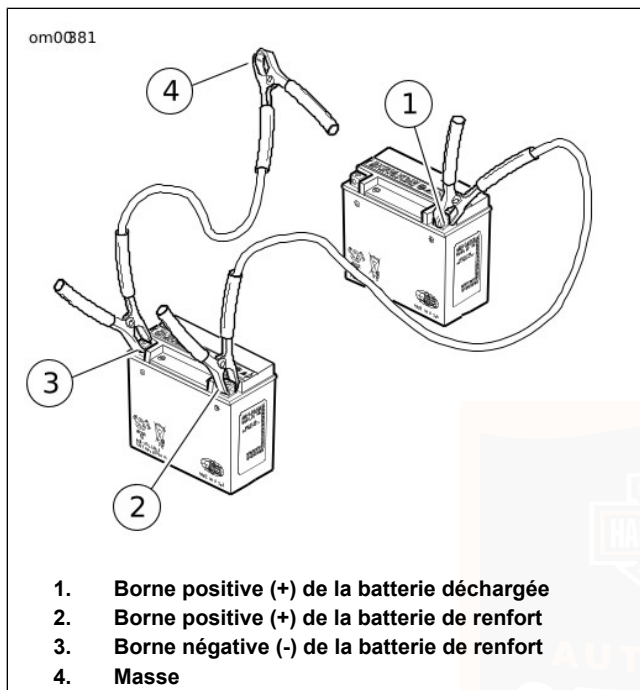

Figure 49. Connexions des câbles de démarrage
1. Voir la Figure 49. Connecter une extrémité du câble de démarrage à la borne positive (+) de la batterie DÉCHARGÉE (1).
2. Connecter l'autre extrémité du même câble à la borne positive (+) de la batterie de RENFORT (2).